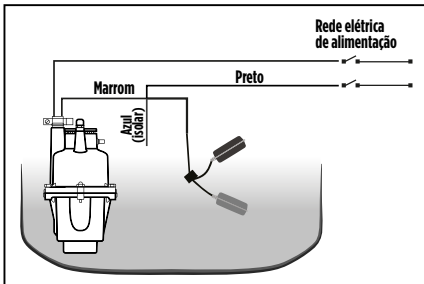

Figura 1: Controle de nível inferior
- A bomba submersa vibratória deve ser instalada com as devidas proteções, segundo o esquema da Figura 1.